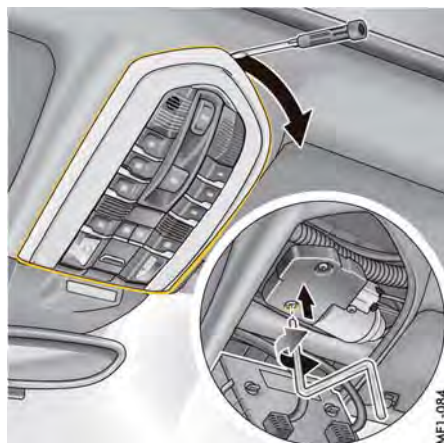

図178: 六角キー・レンチによるパノラマ・ルーフの操作
3. 適切な道具（ドライバーなど）を使用してルーフ・コンソールのフレームを外し、注意して引き下げてください(図178)。
4. 六角キー・レンチをモーターの奥まで差し込み、開閉の希望の方向に応じて左右どちらかに回してください(図178)。六角キー・レンチが滑って損傷しないように、六角キー・レンチを押し上げながら回してください。